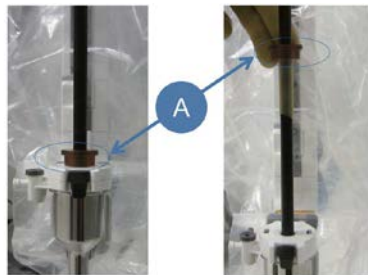

図 2：シャフト上部へのインストゥルメントイントロデューサの移動
- (3) 容易に挿入できるよう、インストゥルメントイントロデューサを回しながらカニューラシールに挿入する。生理食塩水でカニューラシールを湿らせてもよい。
- ** (4) 本品を「da Vinci Xi システム」または「da Vinci X システム」に装着後、インストゥルメントイントロデューサをカニューラシールから離れるようにスライドさせておく（図 2、A）。